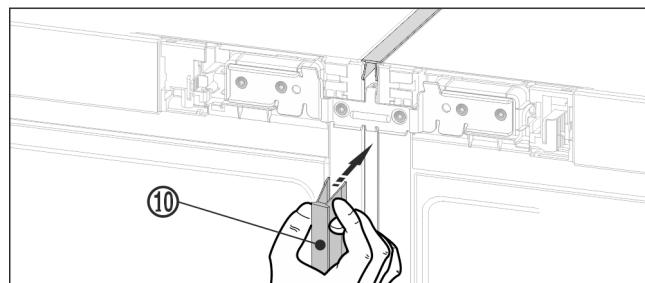

Fig. 21
- ▶ Na sprednji strani potisnite dolgo zaključno letv Fig. 21 (10) v navpično režo. Pazite pri tem, da bo letv stala na povezovalni plošči.